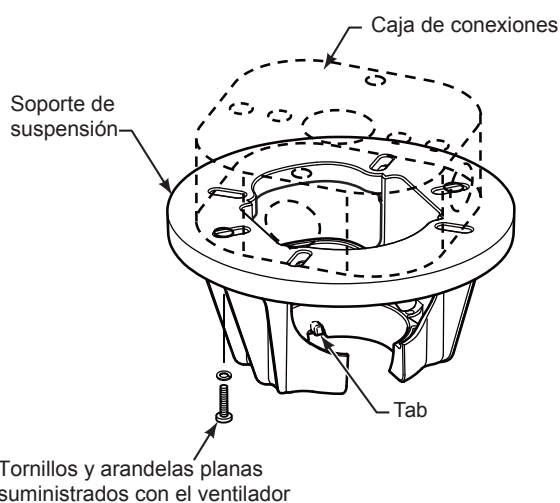

Figura 3
### Uso del soporte (Figura 3)
3. Retire el clip de horquilla y pasador de horquilla de la parte inferior de la bola para colgar. Retener el pasador y clip para la reinstalación en el paso 5. (Figura 3)
1. Fije adecuadamente el soporte colgante a la caja de empalme del techo que sea aceptable para el soporte del techo. Usando los tornillos de la caja de salida #8-32 y las arandelas planas suministrado con el ventilador. (Figura 3)
**NOTA:** Se deben pasar los tornillos de la caja de conexiones a través de los orificios que se encuentran en el soporte de suspensión. (Figura 3)
3. Con cuidado, levante el ventilador y apoye la unidad del barral/de la semiesfera en el soporte de suspensión que acaba de fijar a la caja de conexiones. (Figura 4) Asegúrese de que la ranura en la semiesfera esté alineada con el reborde del soporte de suspensión. (Figura 3)
2. Deslice el receptor en el soporte de suspensión antes de realizar el cableado como se muestra en la figura 3.
- 3.** Para que el ventilador sea funcional. Retire la lengüeta del aislador de la batería antes de usar el transmisor. A continuación, siga el proceso de fijación remota de código. Si no se utiliza el ventilador durante un largo periodo de tiempo, extraiga la batería para evitar cualquier daño al transmisor. Almacene el mando a distancia en un lugar alejado del calor o la humedad excesiva. (Figura 3)